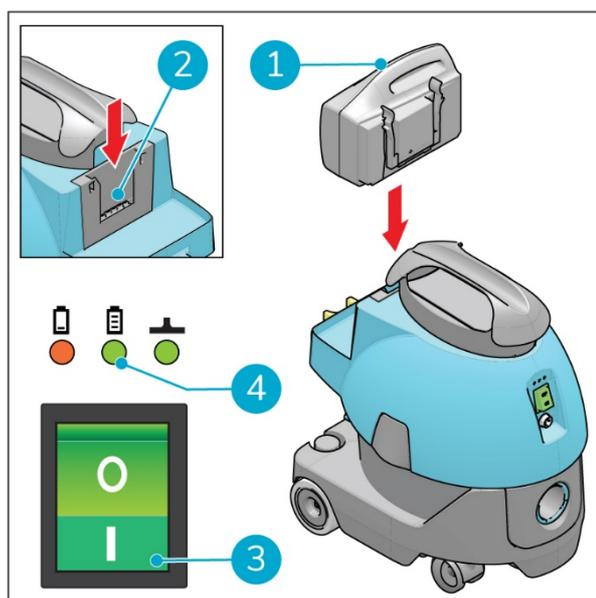

Figure 17
1. Insérez la batterie (Figure 17, pos. 1) dans la fente (Figure 17, pos. 2) jusqu'à entendre un « clic ». La batterie est maintenant fixée.
2. Appuyez sur l'interrupteur ON/OFF (Figure 17, pos. 3) pour allumer l'i-vac 5B.
3. Contrôlez le voyant à LED d'état de la batterie situé au-dessus de l'interrupteur ON/OFF (Figure 17, pos. 4). Voir la section 2.1.
4. Appuyez sur l'interrupteur ON/OFF (Figure 17, pos. 3) pour éteindre l'i-vac 5B.